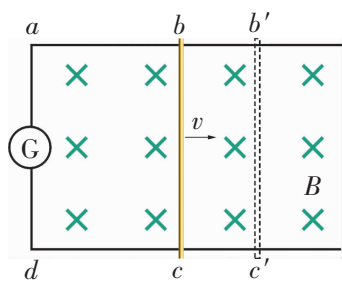

图 1-4-3  $bc$  边向右运动
1. 如图 1-4-3 所示, 把矩形线框  $abcd$  放在磁感应强度为  $B$  的匀强磁场里, 线框平面跟磁感线垂直. 设线框可动部分  $bc$  的长度为  $L$ , 以速度  $v$  向右运动, 在  $\Delta t$  时间内由原来的位置  $bc$  移动到  $b'c'$ .